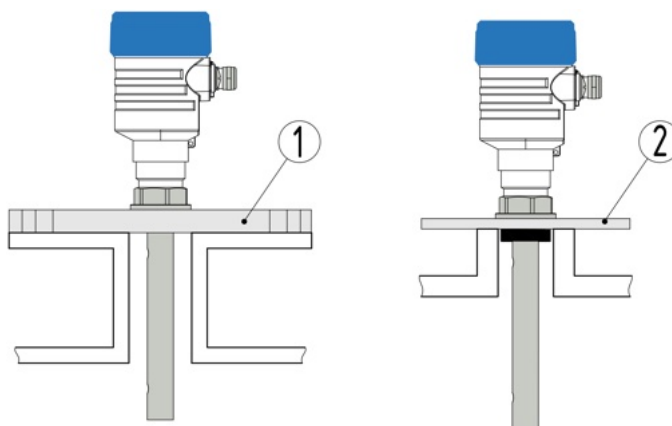

Рисунок 5 – Пример монтажа на пластиковой емкости
- при установке на пластиковой емкости (рисунок 5) необходимо использовать металлические фланцы диаметром Ду50 (1) и более или металлический лист диаметром не менее 200 мм (2);